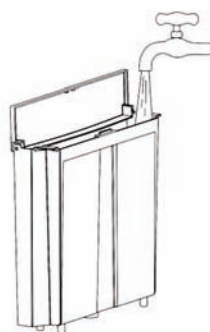

Рис. 2
- Открой крышку накопителя на воду (1) и наполни его свежей, холодной водой (Рис. 2). Не превышай максимального уровня (MAX).
- Помести накопитель (1) на свое место и прижми.
- Закрой крышку накопителя (1).